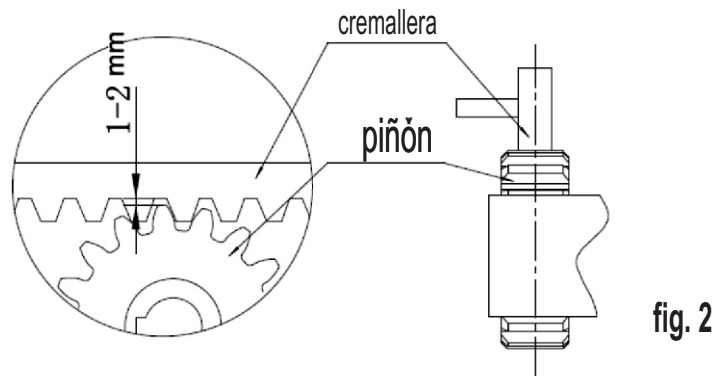

fig. 2
- 3.- **Instalación de la cremallera:** lo más importante que debe tomarse en cuenta en el momento de la instalación es que quede centrada con respecto al piñón y que no descance sobre él. La distancia entre el piñón y la cremallera debe ser de 2 mm aproximadamente (fig. 2).